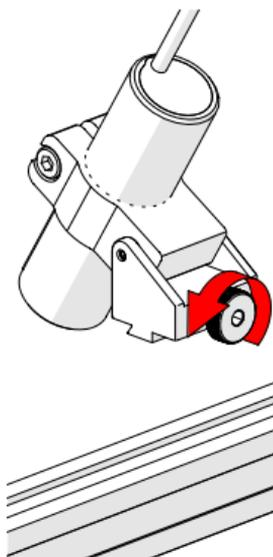

Fig. 15 - Loosen knob
2. Loosen the optical guide knob (*Fig. 15*).